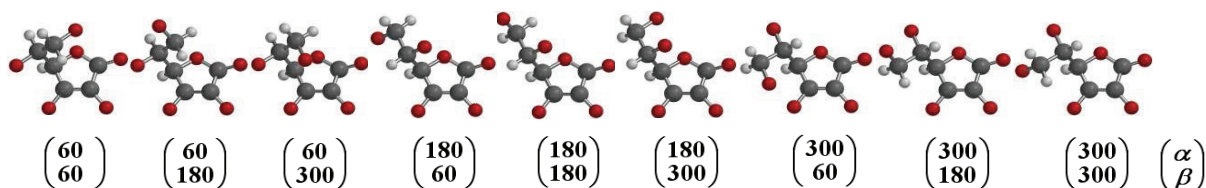

図 2. L-アスコルビン酸の 9 つの構造異性体の骨格 (H は省略)
(1) 気相中安定構造を明らかにするため非経験的分子軌道法を用いて構造最適化を行った。2 面角 α および β で区別される 9 つの構造異性体を考え (図 2)、さらに 4 つの水酸基の向きを考慮にいたした 324 種のコンフォマーを初期構造とした。